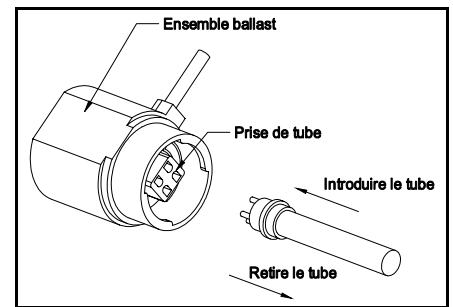

Figure 4
7. Installer le tube sur le ballast. Ne pas manipuler le tube à mains nues. Les huiles sur les mains tendent à raccourcir l'intensité d'ampoule. (Voir la Figure 4)
3. Retirer le tube du ballast. (Voir la Figure 4)